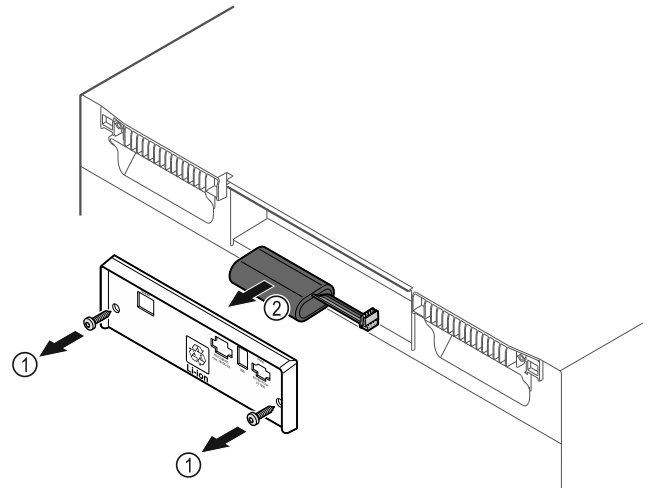

Fig. 235
- Vyskrutkujte skrutky a odstráňte kryt na zadnej strane zariadenia Fig. 235 (1).
- Odpojte a vyberte batériu Fig. 235 (2).